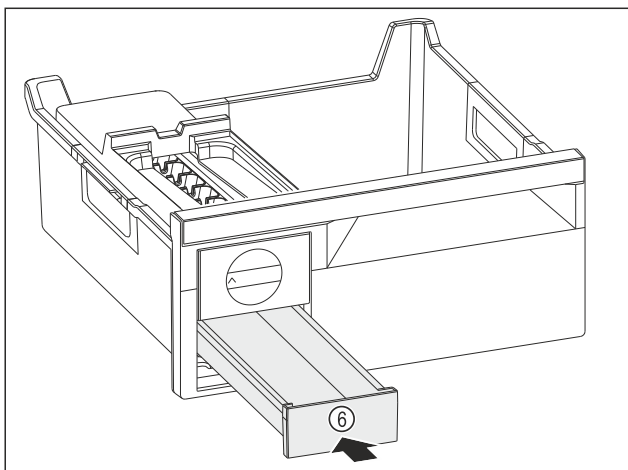

Fig. 141
- ▶ Skjut in iskublådan Fig. 141 (6).